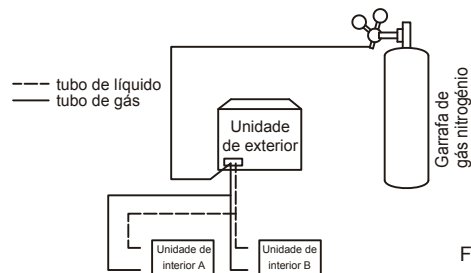

Fig.5.38
4. Utilize bujões cegos para bloquear todas as aberturas laterais de líquido (gás), exceto a abertura na unidade de interior que está mais distante das unidades de exterior ("Unidade de interior A" na Fig.5.38).